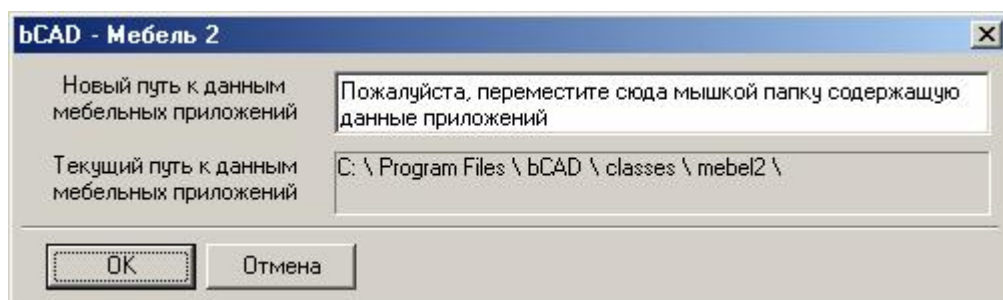

Рис. 80 Диалоговое окно приложения **Папка библиотеки**
3. Запустить приложение **Папка библиотеки**, что приводит к отображению диалогового окна, показанного на рис. 80.